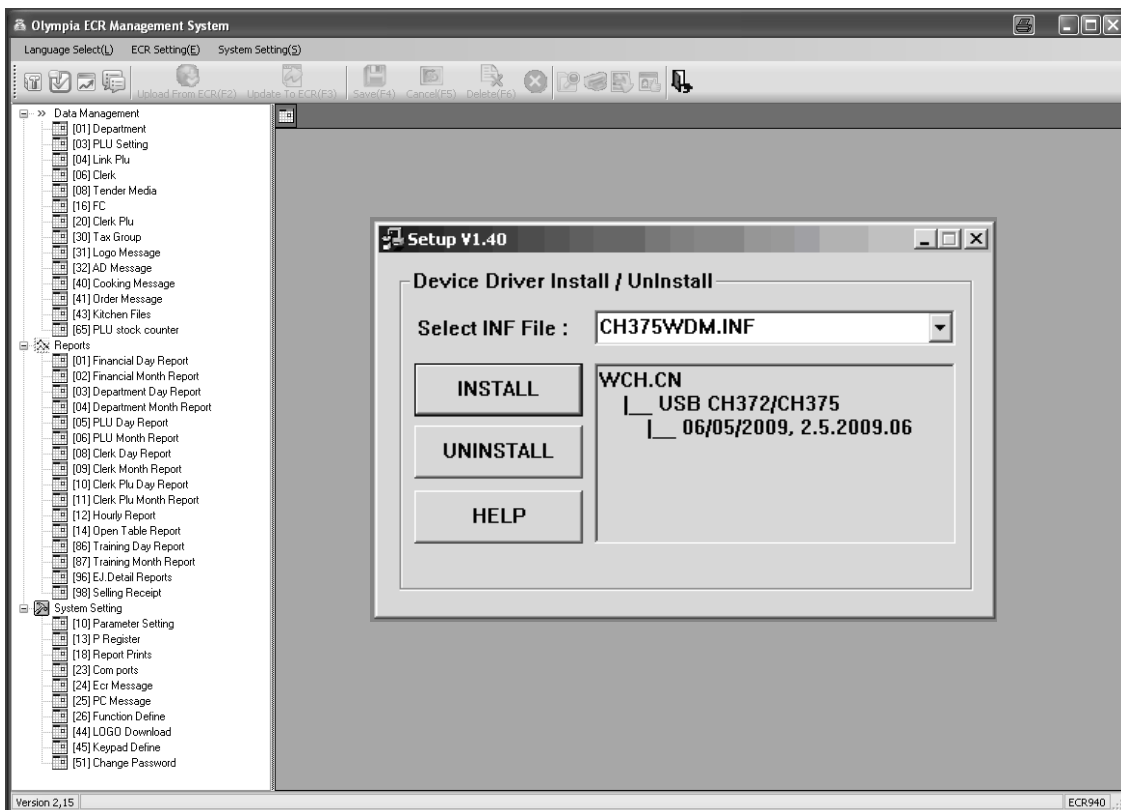

Fig. 4
6. Vælg underpunktet **Setup USB Driver** . Det følgende vindue åbnes (se fig. 4):